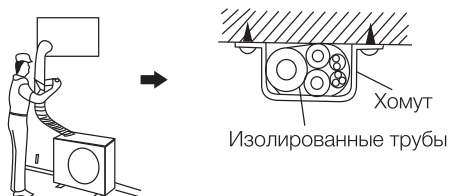

Рис. 6
- Оберните изоляцией трубу от нижней части внешнего блока до верхней части трубы, где она входит в стену. После того, как вы сделаете один оборот лентой, переключите его следующим внахлест (Рис. 6).